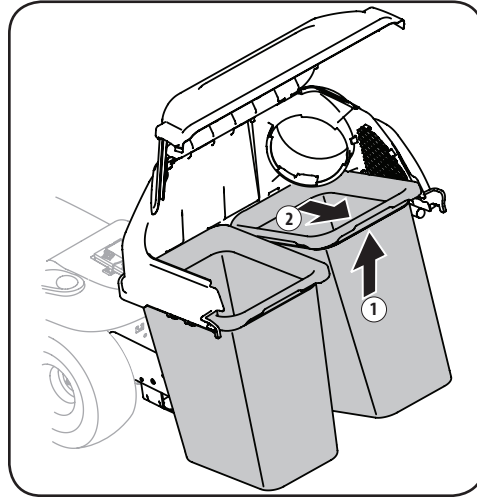

Figura 5-3
4. Retire las bolsas de césped, levantándolas (1 en Figura 5-3) y separándolas del conjunto de soporte de las bolsas (2).